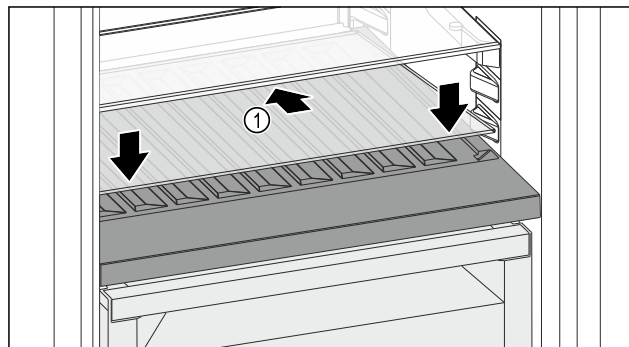

Fig. 179
- Vendosni pllakën e xhamit Fig. 179 (1) pjerrtas, dhe të anuar për poshtë në pjesën prapa.
- Ulni poshtë pllakën e xhamit Fig. 179 (1) përpara.